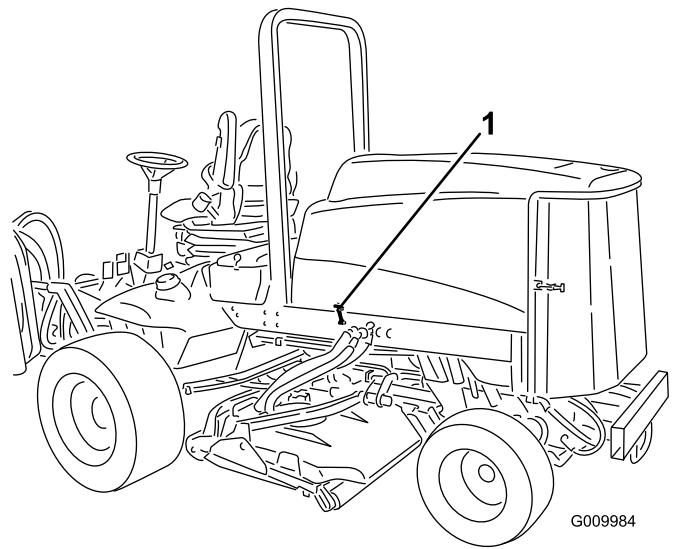

Figura 3
1. Desenganche el cierre del capó del cerradero del capó (Figura 3).